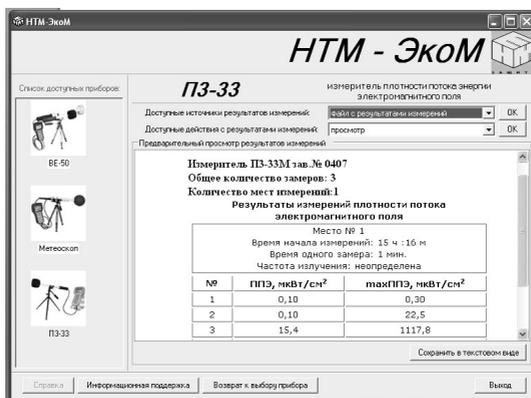

Рисунок 7
- 7.3. Если выбирается заархивированный файл (см. Рис.7), запасенные данные организуются в виде таблицы на рабочем поле окна. Приводится информация о типе и заводском номере Измерителя, количестве обследованных мест и суммарном числе замеров. Далее следует таблица результатов, полученных на каждом месте измерения и величина энергетической экспозиции за время измерений на этом месте. Перечень